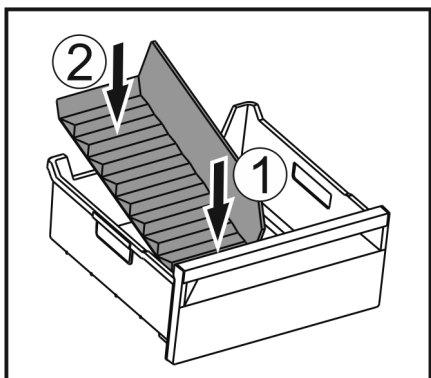

Fig. 75
- ▶ Поставете предната част на разделителя на отделението за лед. Fig. 75 (1)
- ▶ Спуснете задната част на разделителя на отделението за лед до дъното на чекмеджето. Fig. 75 (2)